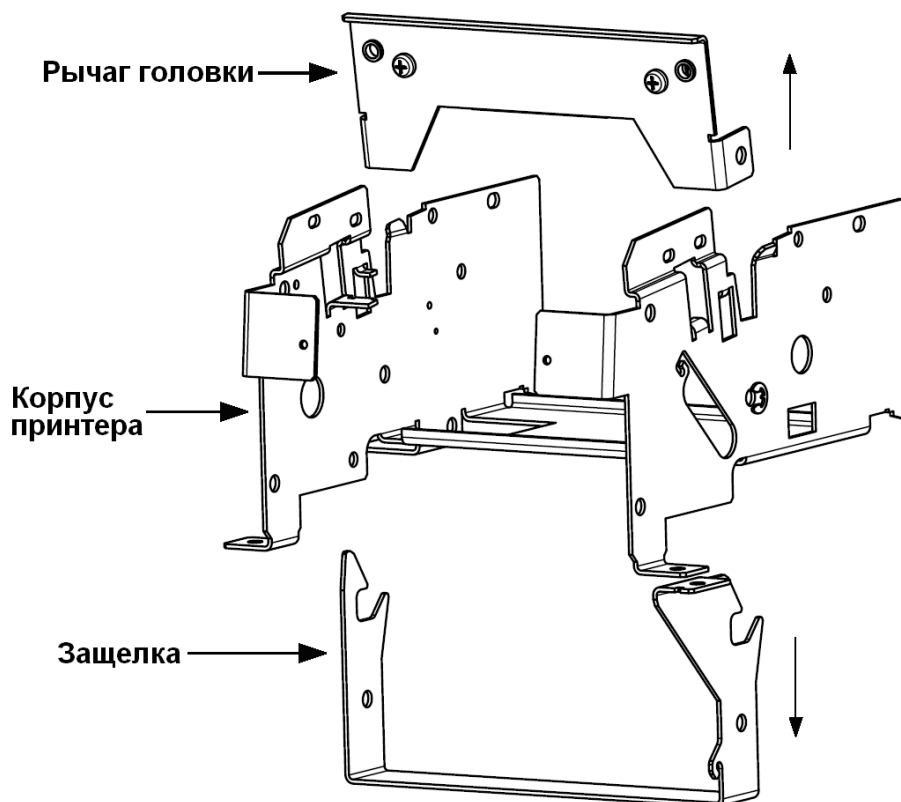

Рис.19 Снятие термоголовки и защелки
5. Снимите термоголовку и защелку (см. Рис. 19).